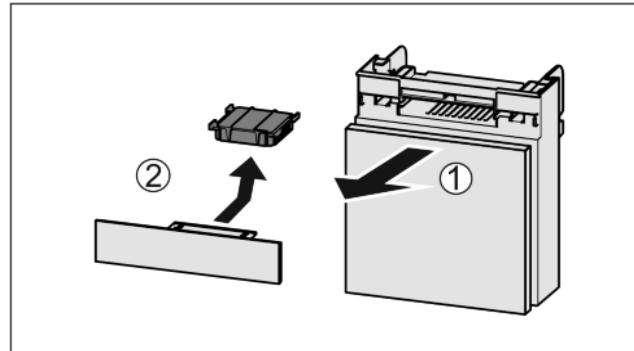

Fig. 64
- Zásuvku vytáhněte dopředu Fig. 64 (1).
- Filtr s aktivním uhlím vyjměte Fig. 64 (2).